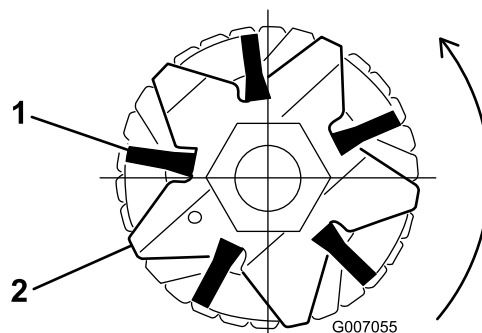

図 39
2. ブラシがグルーマ刃のスロットにきちんと入っていることを確認する 図 39 と 図 40。
3. 図 40 に示すように、グルーマリールのシャフトの周囲にストラップを仮巻きし、ストラップをブラシの溝に差し込む 図 39 そして、ストラップが以下の刃の間にうるようにブラシの位置を調整する 1-2, 14-15, 28-29 及び 41-42。